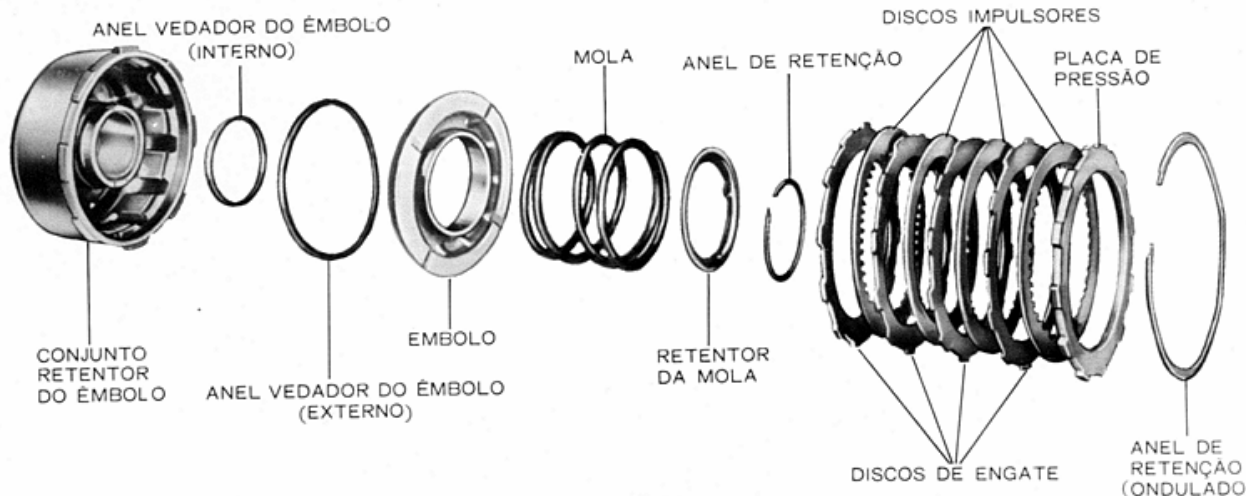

Fig. 49 — Embreagem dianteira desmontada
- Lubrificar e instalar o anel vedador interno no cubo retentor da embreagem. Assegurar-se de que o lábio do vedador esteja virado para baixo e que esteja devidamente assentado no alojamento (Fig. 49).